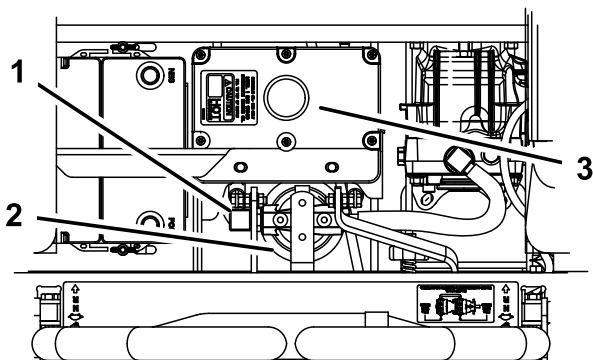

Bild 96
4. Nehmen Sie den rechten Hydraulikschlauch ab, der im Adapter endet (Bild 96).
6. Befestigen Sie die rechte Hydraulikleitung am Adapter (Bild 96).
7. Ölen Sie die Gummidichtung am Ersatzfilter leicht mit Frischöl ein (Bild 96).
9. Füllen Sie den Hydraulikbehälter mit Hydraulikflüssigkeit, bis die Flüssigkeit über den Filter läuft. Drehen Sie den Filter dann nach rechts, bis die Gummidichtung den Filteradapter berührt. Ziehen Sie den Filter dann um eine weitere halbe Umdrehung fest (Bild 96).